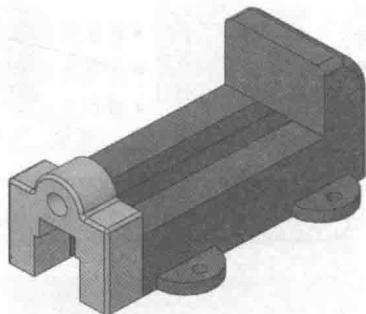

图 1-5 编辑零件
**步骤 4 编辑零件** 单击“Base1”部件，然后单击【编辑零部件】，如图 1-5 所示。